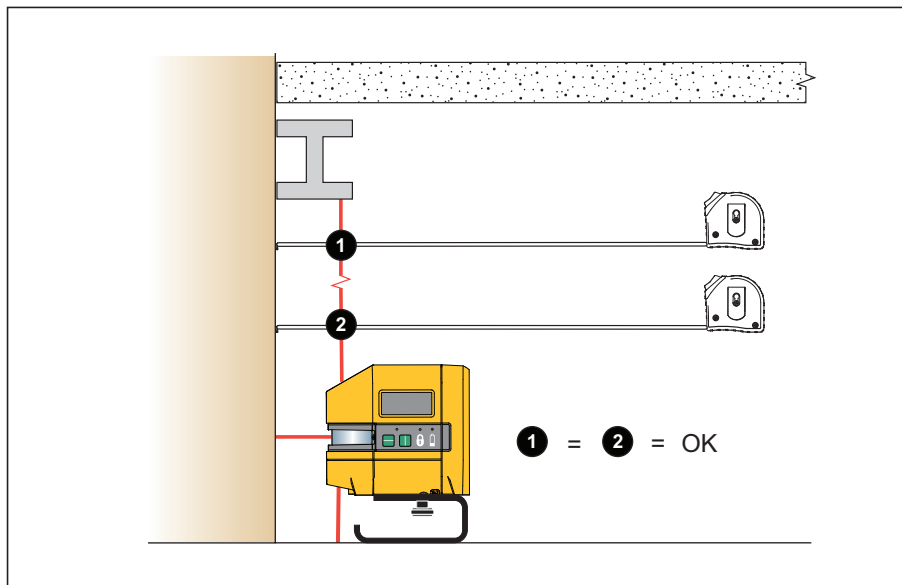

Abbildung 6. Prüfung der lotrechten Position eines vorhandenen Elements
2. Den Abstand vom Element zum Laser in verschiedenen Abständen vom Produkt messen. Siehe Abbildung 6.